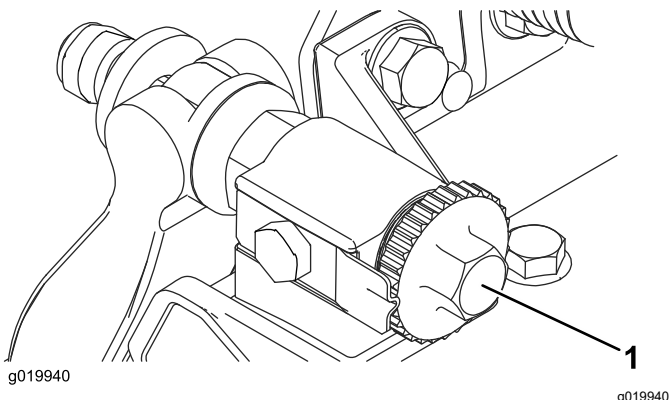

Figura 7
- A. Gire los tornillos de ajuste de la barra de asiento en sentido horario (**Figura 7**), un clic a la vez, hasta que se note y se oiga un contacto ligero.